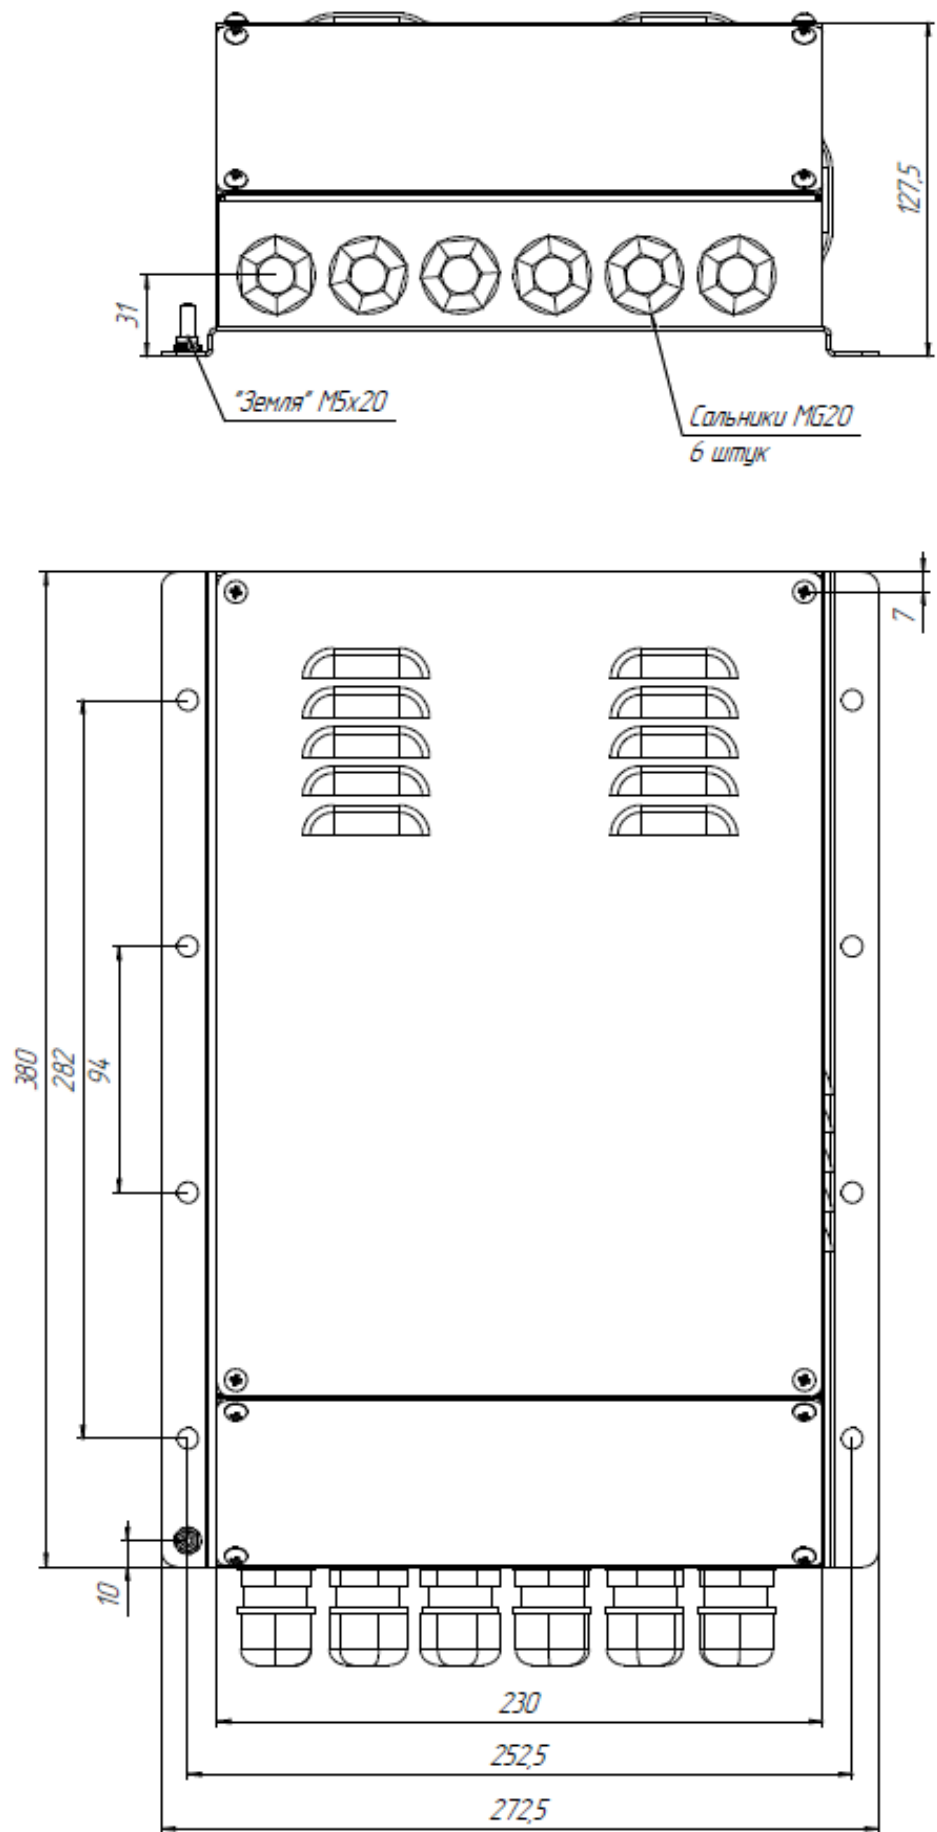

Рисунок 2. Габаритные и установочные размеры БП.
2. Корпус БП прочно закрепите на вертикальной стенке, и усилием руки проверьте надежность его крепления (установочные размеры указаны на Рисунок 2);